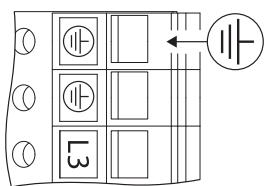

Fig. 26: Ligação à terra adicional
- Devido à alta corrente de fuga nos motores a partir de 11 kW, é necessário fazer uma ligação à terra reforçada adicional de acordo com a norma EN 61800-5-1:2008-04 (consultar a Fig. 26).